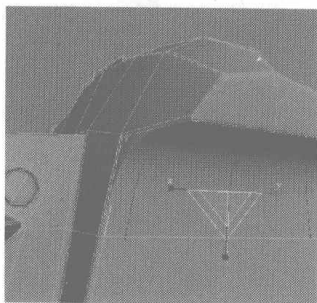
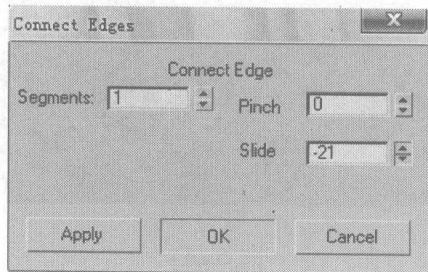

图 6.249
图 6.250
- 12** 选择如图 6.249 所示的边线，在 Edit Edges 卷展栏中单击 **Connect** 右侧的小按钮，在弹出的对话框中设置添加细分线的参数，如图 6.250 所示。